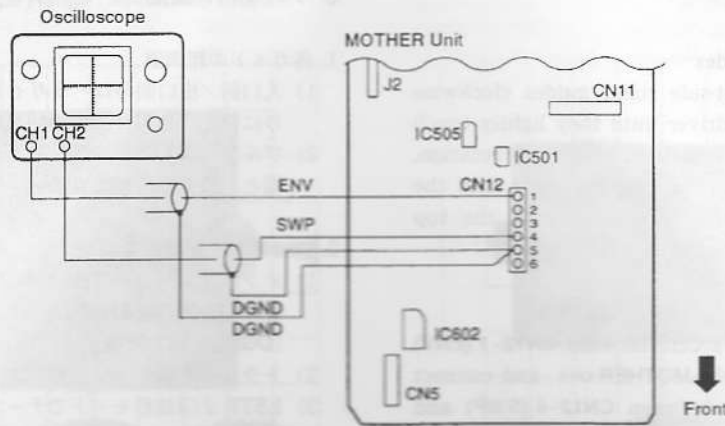

Fig. 4-4
1. Connect the oscilloscope's CH1 between CN12-1 (ENV) and CN12-5 (DGND) on the MOTHER unit, and connect the oscilloscope's CH2 between CN12-4 (SWP) and CN12-5 (DGND). (Refer to Fig. 4-4)
1. オシロスコープのCH1をMOTHER UNITのCN12-1(ENV)とCN12-5(DGND)間に、CH2をCN12-4(SWP)とCN12-5(DGND)間に接続する。(図4-4参照)
- 1) Connect the oscilloscope's CH1 between CN12-1 (ENV) and CN12-5 (DGND) on the MOTHER unit, and connect the oscilloscope's CH2 between CN12-4 (SWP) and CN12-5 (DGND). (Refer to Fig. 4-4)
- 1) オシロスコープのCH1をMOTHER UNITのCN12-1 (ENV) とCN12-5 (DGND) 間に、CH2をCN12-4 (SWP) とCN12-5 (DGND) 間に接続する。(図4-4参照)